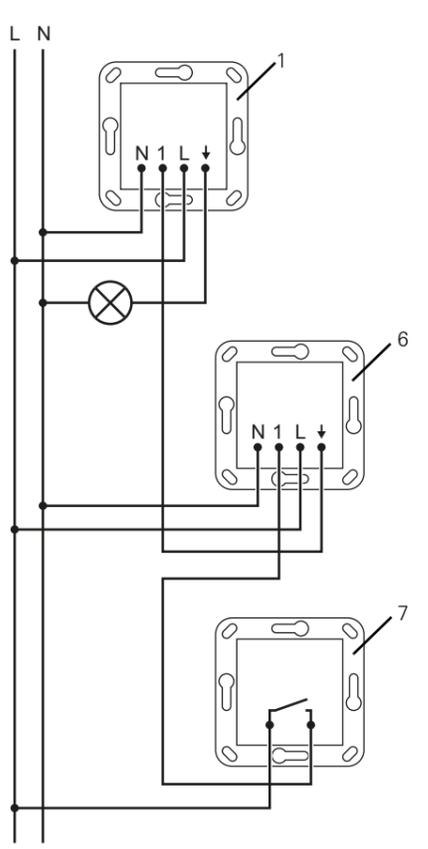

Figura 4: schema di collegamento con apparecchio derivato
Per aumentare l'area di rilevamento collegare ulteriori Sensotec LED (vedere lo schema di collegamento, figura 4). L'apparecchio principale analizza in questo caso i segnali di movimento dell'apparecchio derivato.
- Collegare il modulo da incasso come illustrato nello schema di collegamento (figura 4).